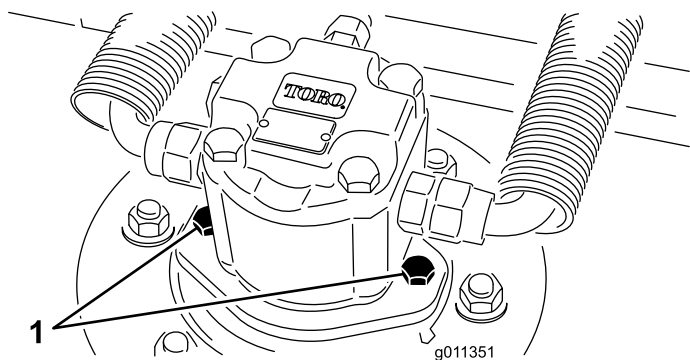

図 81
2. デッキから油圧モータを外す図 81。異物がつかないように、スピンドル上部にはカバーを掛けておく。
4. デッキに油圧モータを取り付ける 図 81。Oリングを忘れずに、また、損傷させないように注意して取り付ける。